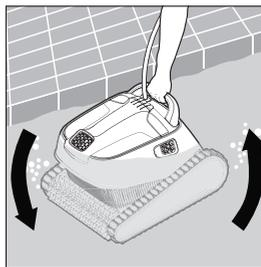

FIGURA 5
2. Sumerja el limpiafondo en la piscina tomándolo del mango (ver **Figura 5**).
3. Inclíne suavemente el limpiafondo de un lado a otro o colóquelo boca abajo para liberar el aire atrapado. Ver **Figura 5**.